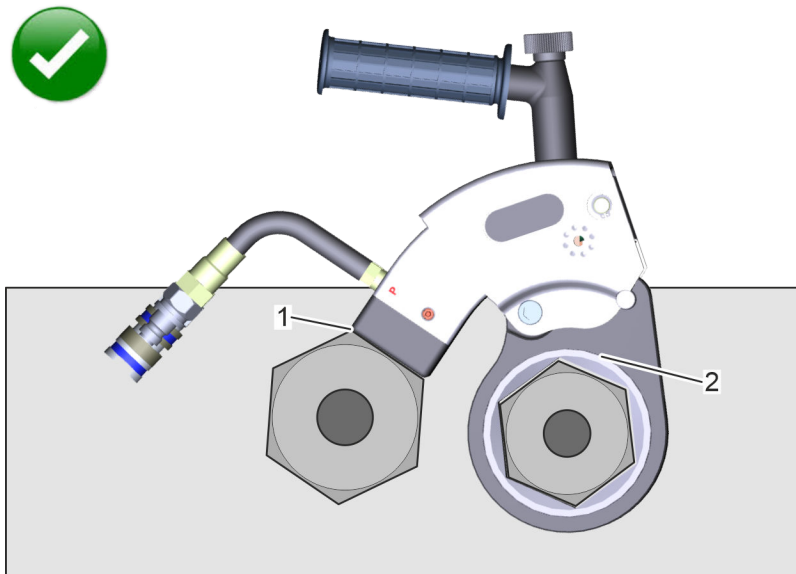

Fig. 18: situazione di appoggio ottimale
3. ➤ Assicurarsi che l'intera superficie del braccio di reazione con piastra di appoggio aderisca all'appoggio (Fig. 18/1) e che il braccio di reazione non possa scivolare.